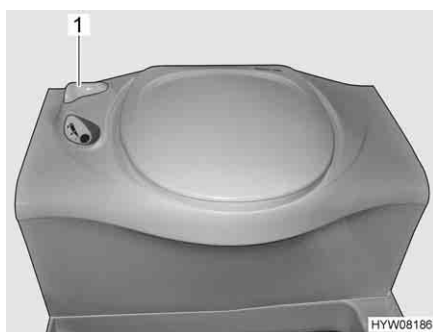

Fig. 197 Toilette Thetford
- Prima di tirare l'acqua, aprire il cursore della toilette Thetford. A tal fine ruotare la leva del cursore (Fig. 197,1) in senso antiorario.
- Dopo aver tirato l'acqua chiudere il cursore. Ruotare la leva del cursore (Fig. 197,1) in senso orario.